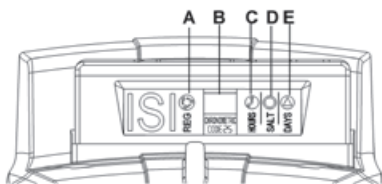

FIG. 6
- 5.2 AJUSTES DE HORA (Fig. 6, C y 7, C) (sin contraseña)
- 5.3 INTRODUCIR LA CONTRASEÑA "25" (Fig. 6 y 7)
- 5.4 AJUSTE DE LA HORA DE REGENERACIÓN (Fig. 6 y 7) (contraseña)
- 5.5 DOSIFICACIÓN DE LA SAL PARA LA REGENERACIÓN (Fig. 6, D y 7, D) (contraseña)
- 5.7 PROGRAMACIÓN DEL MODELO REK CRONOMÉTRICO (Fig. 6) ETIQUETA AMARILLA (contraseña)
- 7.1 REGENERACIÓN APLAZADA (FIG. 6, A)
- 7.2 REGENERACIÓN MANUAL (Fig. 6, A)